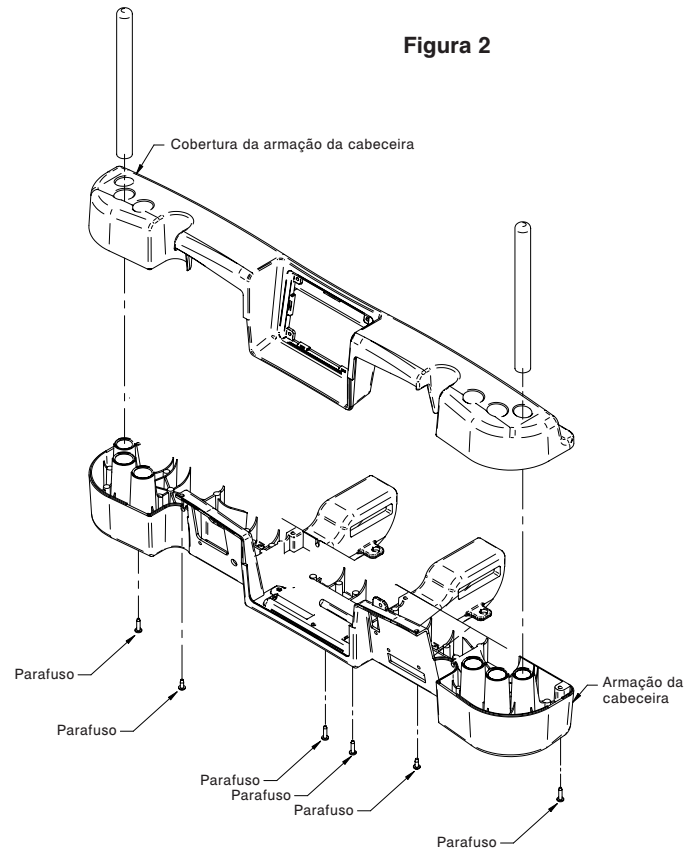

Figura 2
5. Com uma chave de parafusos Phillips, retire os seis parafusos da cobertura da armação da cabeceira, eleve a cobertura e coloque-a na maca (Figura 2).